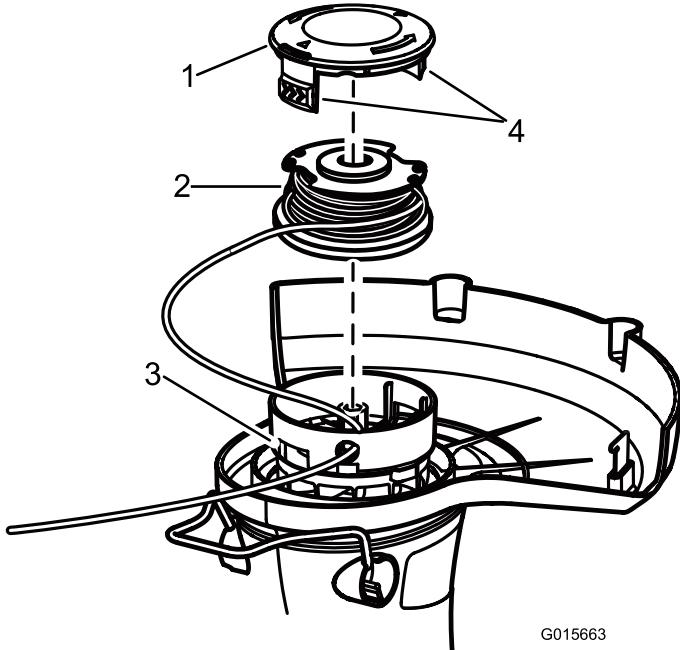

Figura 19
2. Presione las pestañas laterales del retén del carrete (Figura 19).
- Retire el carrete. Ver Cambio del carrete (Figura 19).